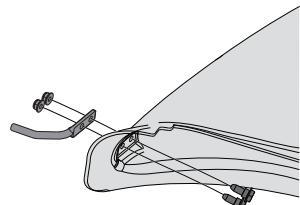

Figure 17
1. Passez deux boulons (738-1225) dans les trous situés à la base de l'avant de la goulotte. Voir Figure 17.
2. Placez la tige de montage (747-06043) sur les deux boulons, avec l'extrémité coudée tournée vers la bouche de la goulotte. Voir Figure 17.
3. Faites tenir le tout en place avec des écrous (712-04064). Voir Figure 17.